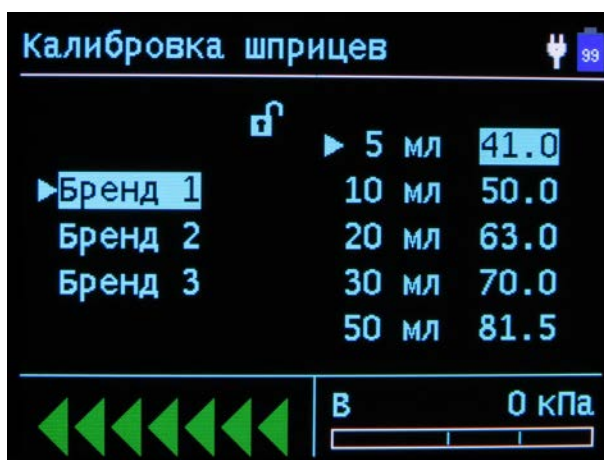

Рисунок 9. Разблокированное состояние
ся на список номиналов шприцов (рисунок 9)
- нажать на кнопку  для разблокирования. О разблокированном состоянии свидетельствует символ «🔓» (рисунок 9);